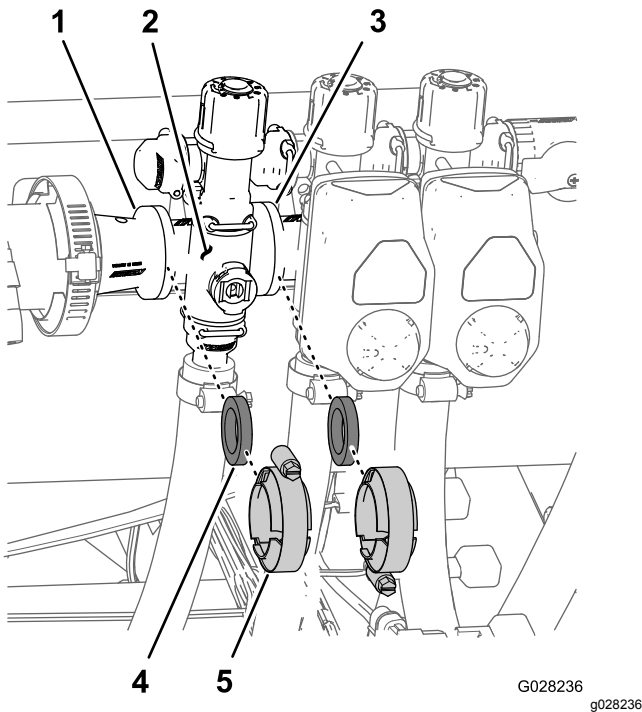

Bild 102
1. Entfernen Sie die Klemmen und Dichtungen, mit denen der Verteiler für das Abschnittventil () an dem danebenliegenden Abschnittventil (falls linkes Abschnittventil auch die Reduzierkupplung) befestigt ist, siehe Bild 102.